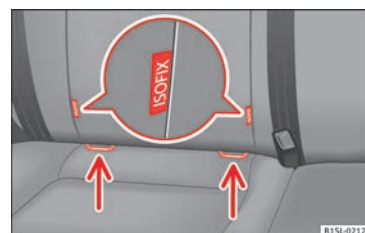

Fig. 26 Sur le siège du véhicule : variantes d'identification des points d'ancrage inférieurs des sièges pour enfant.
• Encastrez le siège pour enfants dans les anneaux de retenue » **fig. 26**, dans le sens de la flèche. Le siège pour enfants doit s'encastrer de manière sûre et audible.
• Placez le siège pour enfants sur la banquette et fixez les crochets des ceintures de fixation dans les anneaux de retenue » **fig. 26**.